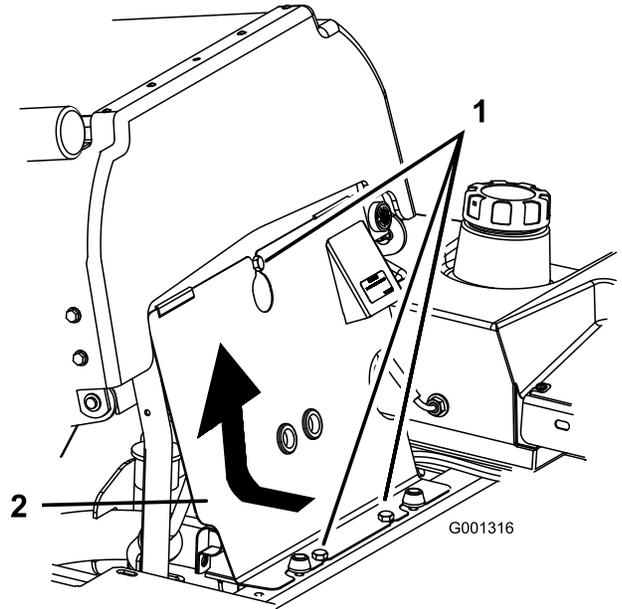

Figura 57
3. Inclíne el asiento hacia adelante, afloje los pernos y retire el panel delantero del motor (Figura 57).